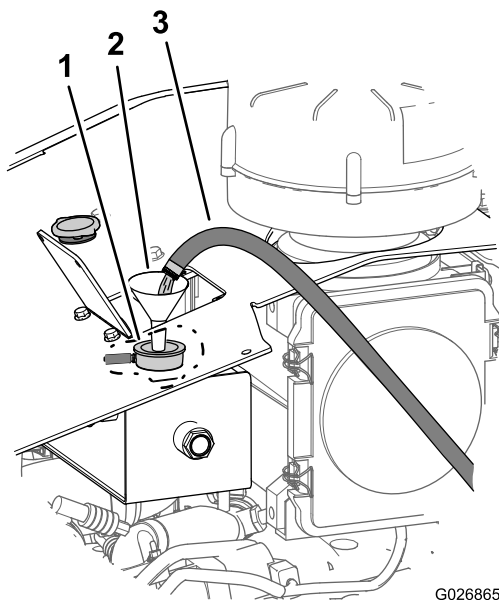

Figura 104
- A. Llene el sistema de refrigeración con agua limpia (Figura 104).